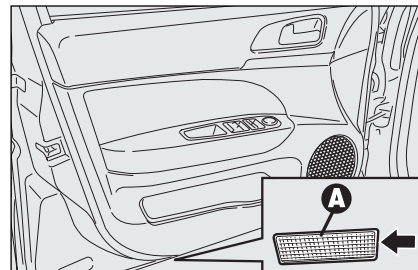
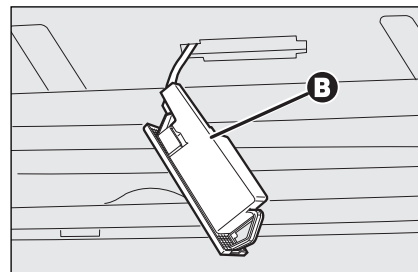

fig. 52
fig. 53
- open het portier en maak het lampenglas **A-fig. 52** op het door de pijl aangegeven punt los;
- plaats de bescherming **B-fig. 53** omhoog en vervang de geklemd gemonteerde lamp;
- sluit de bescherming **B-fig. 53** op het plafondlampje **A-fig. 52**;